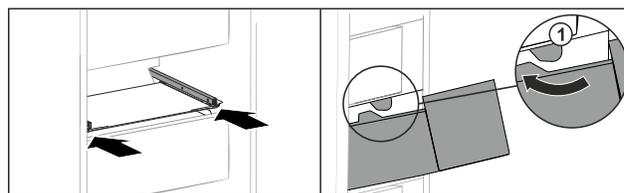

Fig. 94
- ▶ Guider le tiroir en contournant les butées Fig. 94 (1).